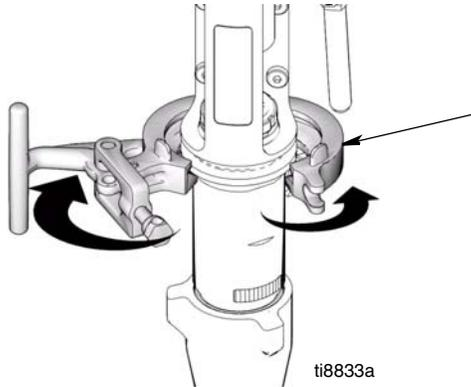

FIG. 18
8. (Fig. 18) Abra la abrazadera (247).